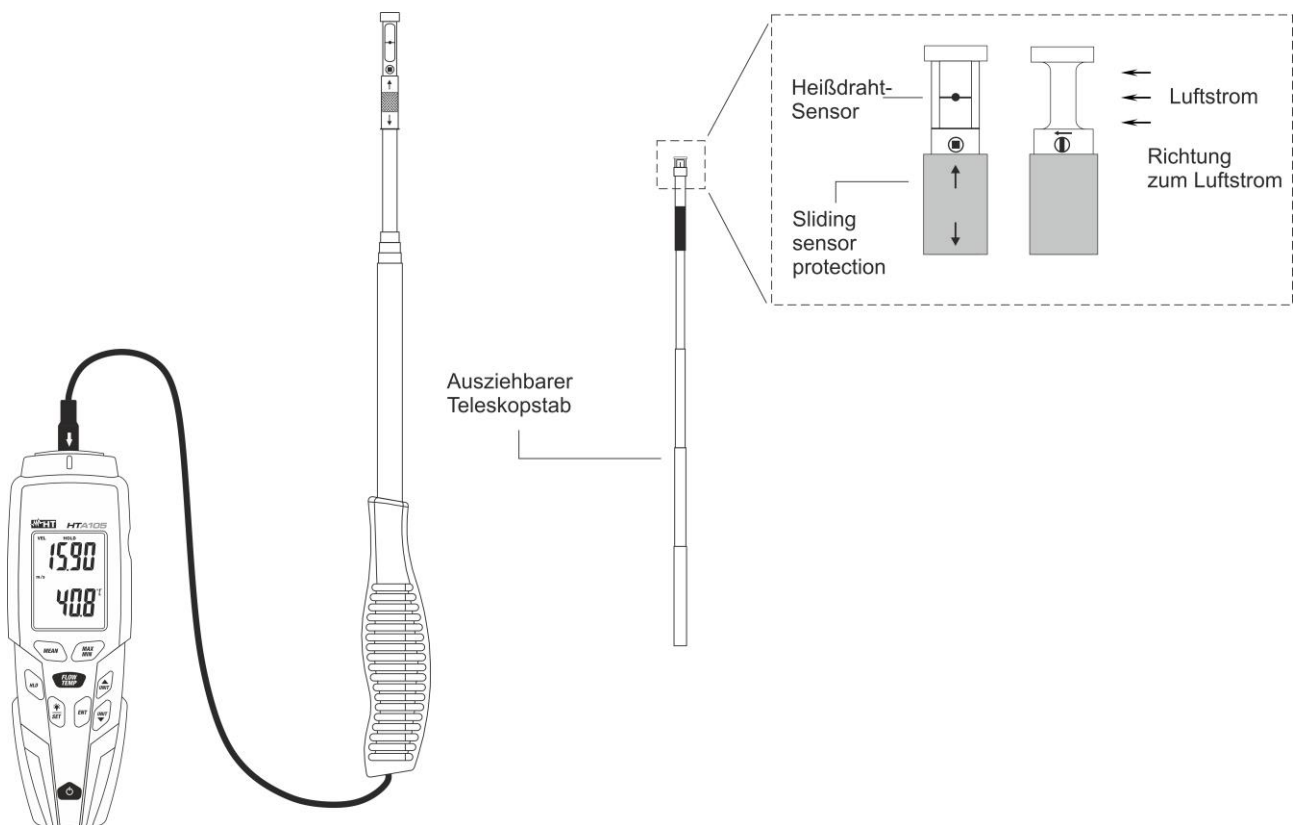

Abb. 7: Messung der Luftgeschwindigkeit und -temperatur
1. Stecken Sie die externe Sonde in die Eingangsbuchsen auf der Oberseite des Gerätes (siehe Abb. 1 – Teil 1). Achten Sie auf den Pfeil auf dem Stecker der Sonde (siehe Abb. 7), der auf die Vorderseite des Geräts ausgerichtet sein muss
5. Ziehen Sie die teleskopische Sonde aus und stellen Sie den Geschwindigkeitssensor in paralleler Richtung zum Luftstrom, in die Richtung, die vom Pfeil auf der Oberseite der Sonde angegeben ist (siehe Abb. 7).
1. Stecken Sie die externe Sonde in die Eingangsbuchsen auf der Oberseite des Messgerätes (siehe Abb. 1 – Teil 1). Achten Sie auf den Pfeil auf dem Stecker der Sonde (siehe Abb. 7), der auf die Vorderseite des Geräts ausgerichtet sein muss
8. Ziehen Sie die teleskopische Sonde aus und stellen Sie den Geschwindigkeitssensor in paralleler Richtung zum Luftstrom, in die Richtung, die vom Pfeil auf der Oberseite der Sonde angegeben ist (siehe Abb. 7).